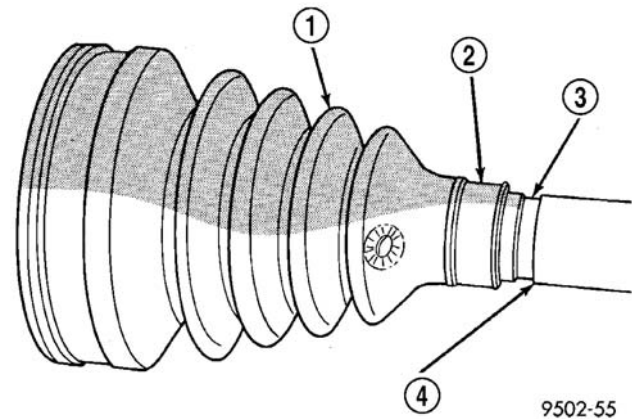

图 15 在连接轴上安装密封套
- （1）将内等速万向节密封套固定卡箍滑到连接轴上。然后，将更换的内等速万向节密封套滑到连接轴上。内等速万向节密封套定位在连接轴上时，必须使密封套小直径端内侧的凸起箍带进入连接轴的配合凹槽中（图 15）。